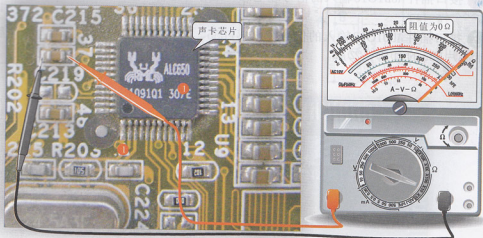

图26-5 声卡芯片外围元器件的检测
(2) 断电后,将万用表调至“R $\times 10$ ”挡,检测声卡芯片的外围元器件,如图26-5所示。